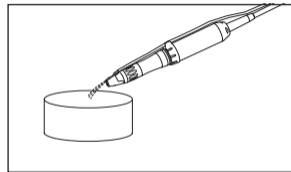

Fig. 9
- 4) Trattare il manipolo facendo scorrere acqua pulita nell'ugello di irrigazione tramite il tubo di irrigazione per almeno 20 secondi per rimuovere i fluidi all'interno del manipolo (fig. 9). Quando si utilizza il manipolo, ruotare la ghiera di blocco della fresa nella posizione di CHIUSURA. Al termine della rotazione, quando il manipolo è completamente fermo, toccare la punta dello stesso per verificare che NON si sia surriscaldata. (Temperatura dell'acqua 38°C o inferiore; acqua potabile consigliata).